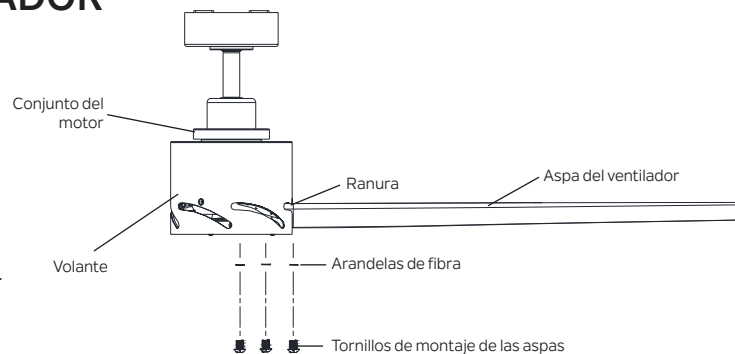

Figura 15
Paso 1. Inserte el asa del ventilador a través de una ranura en el volante. (Figura 15)
Repita para las aspas restantes. (Figura 15)